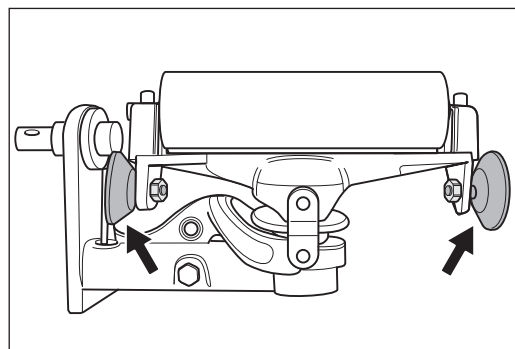

Abb. 73 Die beiden Leitrollen müssen **leicht drehbar** sein! Schwergängige oder feststehende Leitrollen **müssen ersetzt werden (Brandgefahr)!**
- Die beiden Leitrollen am Aggregatoberteil müssen leicht drehbar sein (Abb. 73)!